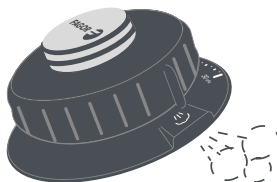

Fig. 15
(Modelo Dual Xpress): Para utilizar a opção automática, rode o regulador de pressão (15) no sentido dos ponteiros do relógio, até alcançar a posição de libertação de vapor ⇨) (Fig. 15).